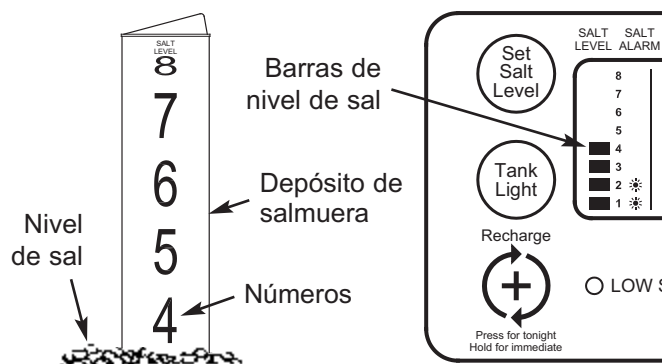

FIG. 25
2. La escala de nivel de sal, en el depósito de salmuera dentro del tanque, tiene los números 0 a 8 (vea la Fig. 25). Fíjese en el número más alto en el que esté nivelada la sal, o al que esté más próxima.
3. Presione el botón SET SALT LEVEL (Fijar el nivel de sal) tantas veces como sea necesario para que las barras de nivel de sal (vea la Fig. 25) coincidan con el número de la depósito de salmuera. En el nivel 2 o inferior, destellará el indicador "Low Salt" (Bajo nivel de sal).